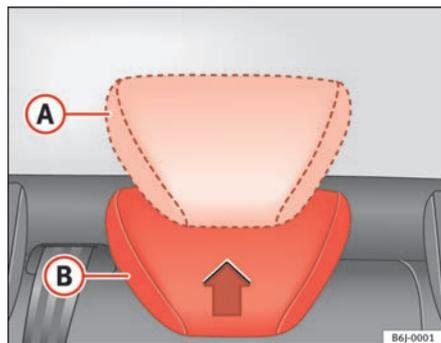

Fig. 5 Regolazione dei poggiatesta posteriori
- Posizione sollevata o di utilizzo **(A)** ⇒ fig. 5. In questa posizione il poggiatesta agisce come un poggiatesta convenzionale, assumendo, assieme alla cintura di sicurezza, una funzione di protezione per il passeggero del sedile posteriore.
- Posizione di riposo **(B)** ⇒ fig. 5. Questa posizione permette una buona visibilità posteriore al conducente.